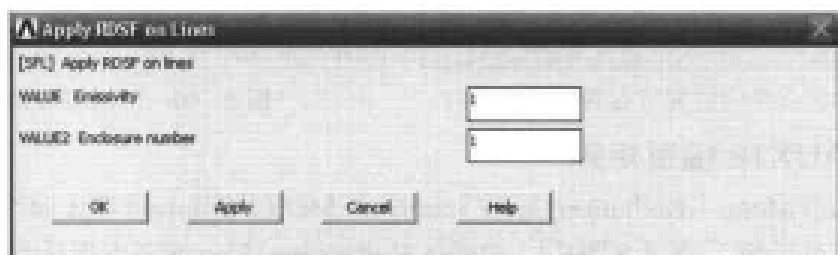

图 11-42 时间辐射载荷对话框
(1) 选择 Main Menu | Solution | Analysis Type | New Analysis 命令，出现 New Analysis 对话框。选择分析类型为 Steady-state，单击 OK 按钮关闭该对话框。
(2) 选择 Main Menu | Solution | Define Loads | Apply | Thermal | Radiation | On Lines 命令，出现 Apply RDSF on Lines 菜单，在文本框中输入 1, 7, 9, 15, 17, 23, 25, 31，单击 OK 按钮，出现 Apply RDSF on Lines 对话框，在 VALUE Emissivity 文本框中输入 1，在 VALUE2 Enclosure number 文本框中输入 1，如图 11-42 所示，单击 OK 按钮关闭该对话框。